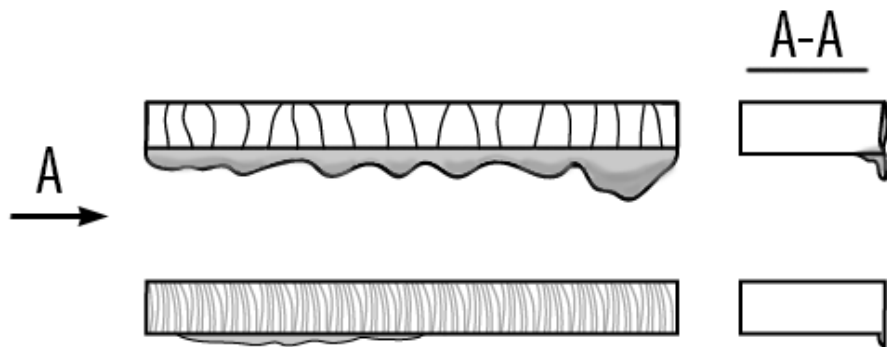

Рис. 8.2. Влияние силы тока и скорости реза.
1. Сила тока и скорость реза (см. рис. 8.2).